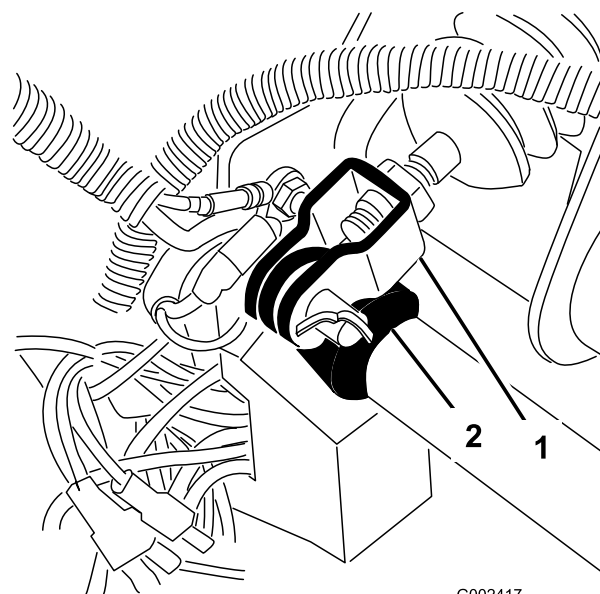

Figura 61
1. Retire o perno de gancho e o passador de forquilha que fixam a culatra do cilindro principal ao ponto de articulação do pedal de travão (Figura 61).